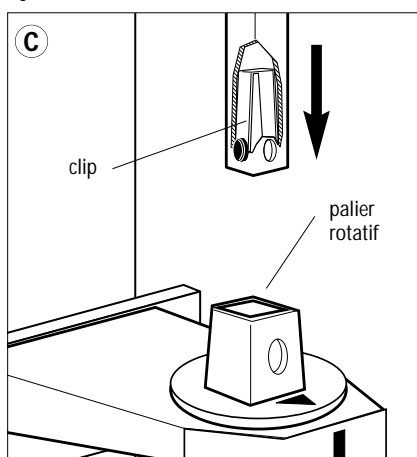

fig. 13
- Encliqueter le tube de plastron dans le palier rotatif (fig.13) à l'aide du clip monté sur le tube.